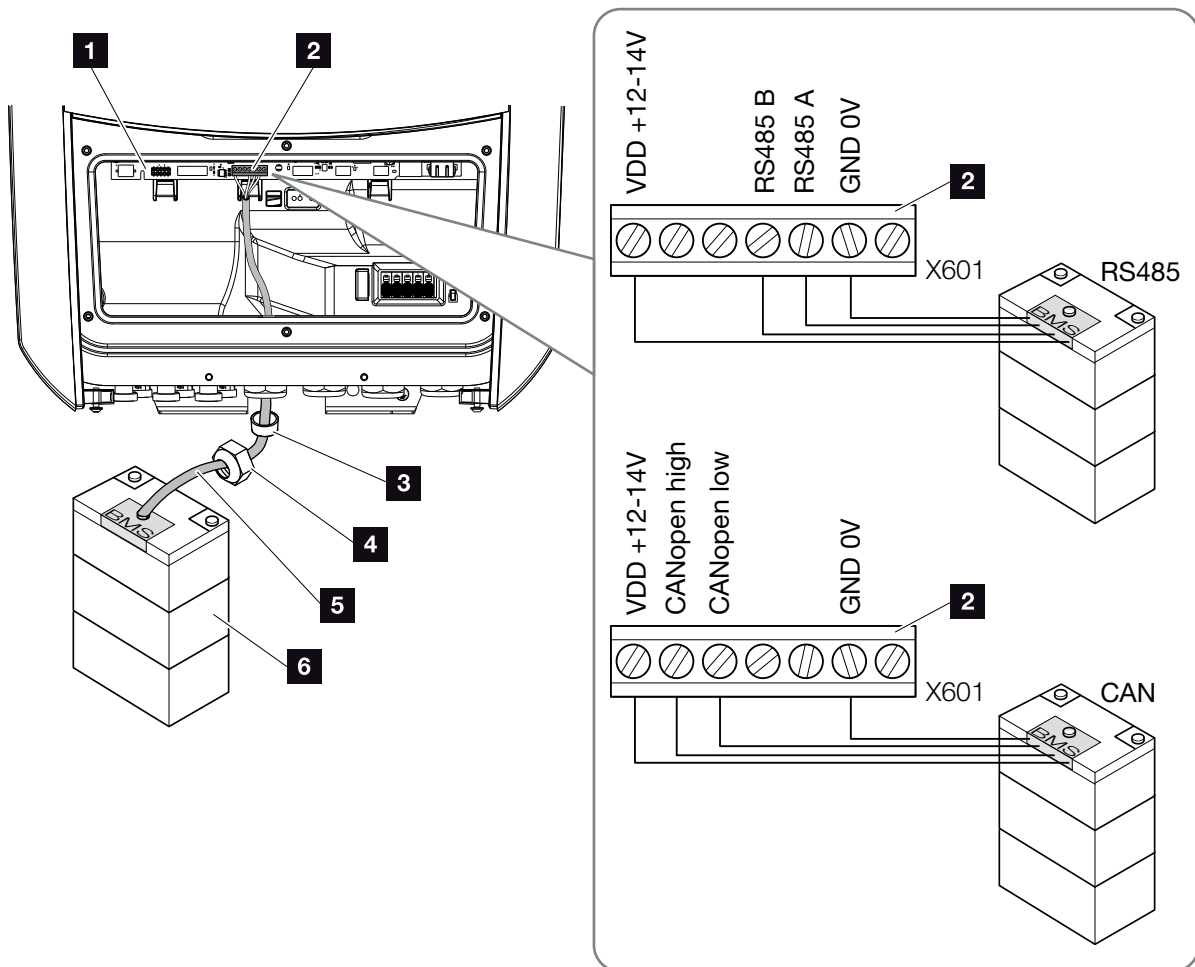

Fig. 36 : Raccordement du câble de communication de la batterie via RS485 ou CAN
3. Raccorder le câble de communication (RS485 ou CAN) à l'interface de communication de la carte SCB (Smart Communication Board).  **Fig. 36 pos. 2**